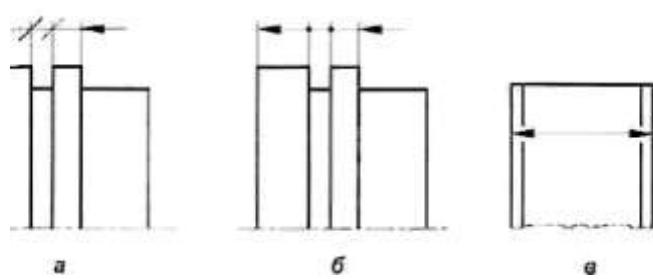

Рис. 1.10
13) При відсутності місця для стрілок допускається замінити крапками або рисками під кутом 45° (рис. 1.10 а, б).
14) Розмірні числа і стрілки не допускається перетинати лініями (рис. 1.10 в)